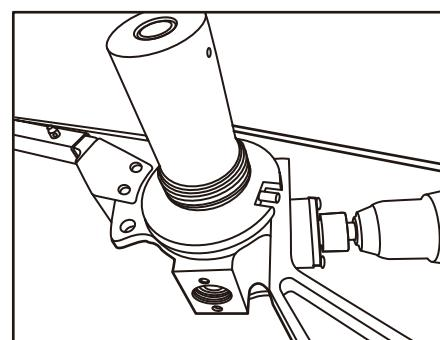

Figure 9
A. Lorsque vous tirez sous terre ou par le dessous, enroulez plusieurs fois le câble sur le dessus du cabestan (1) dans le sens des aiguilles d'une montre (figure 9) et mettez la perceuse de 18 volts en marche ARRIÈRE et obtenez des résultats semblables à ceux de la plupart des extracteurs classiques.